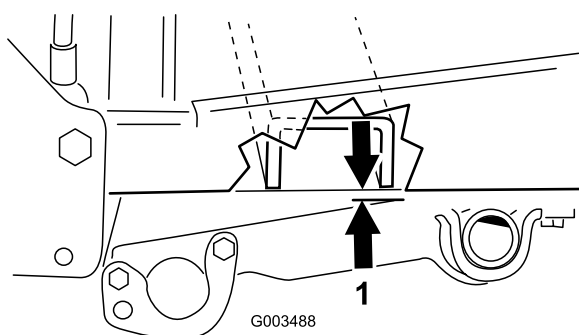

Figura 18
- B. Rode a junta esférica mostrada na Figura 18 para alterar o comprimento da barra da seguinte forma: